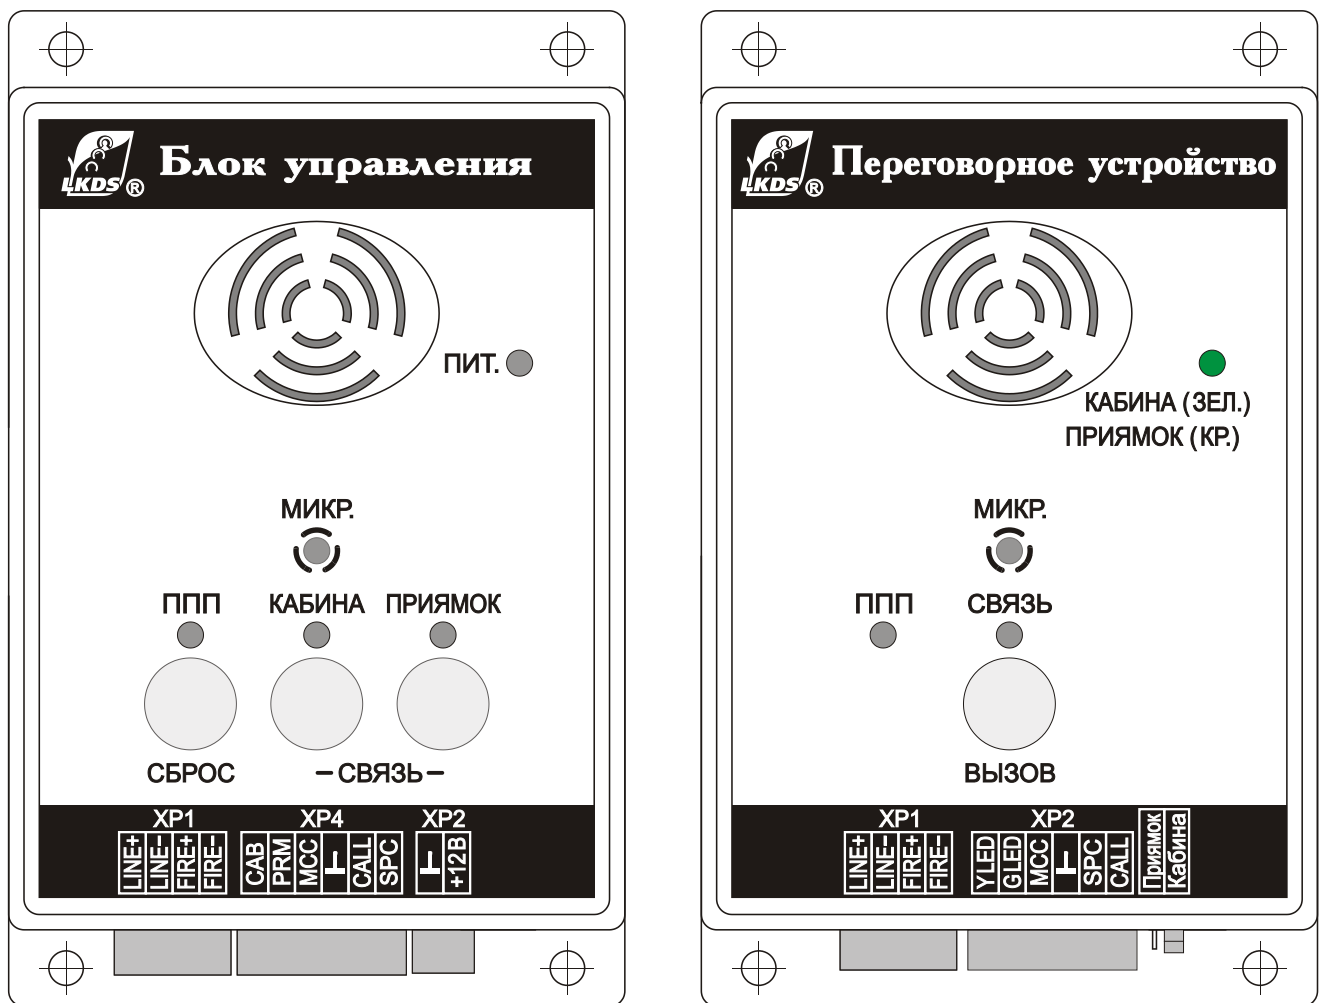

Рисунок 1. Внешний вид блока управления и переговорного устройства.
1.4.1.2. Блок управления системы связи лифта выполнен в пластмассовом корпусе (см. рис. 1) на передней панели которого расположены:
1.4.1.3. Переговорное устройство системы связи лифта выполнено в пластмассовом корпусе (см. рис.1) на передней панели которого расположены:
2.1.1 В зависимости от места планируемой установки переговорного устройства необходимо выполнить установку джамперов «Приямок» или «Кабина» (см. рис. 1).